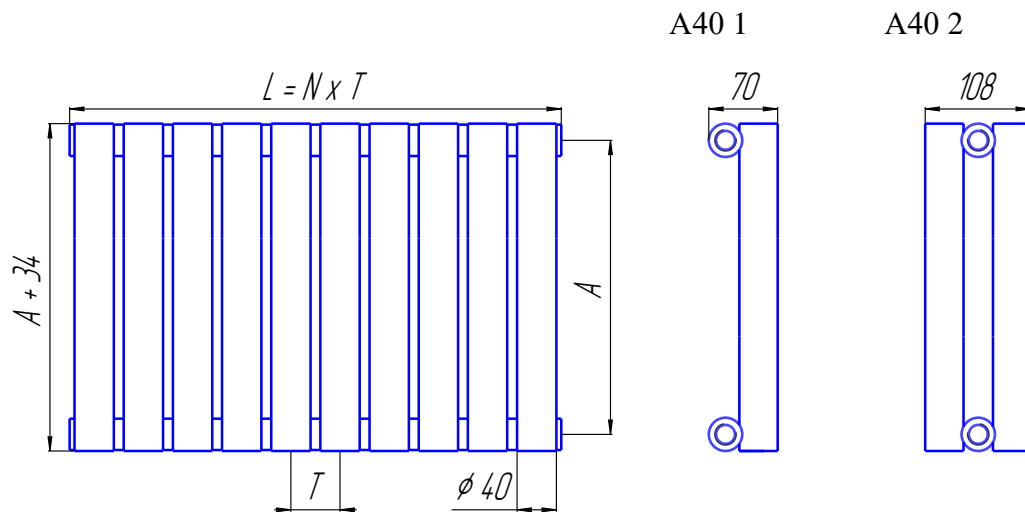

Рис. 1. T – шаг (T = 50 мм), N – количество секций.
2.1. Основные размеры и параметры радиаторов приведены на рис.1 и в таблице.